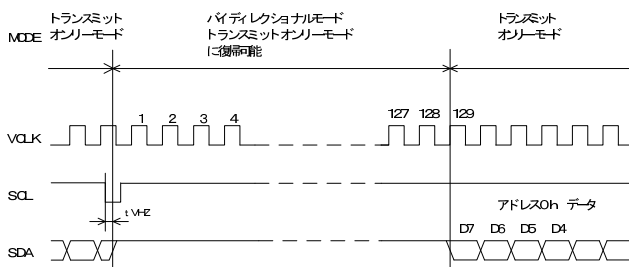

Fig.8 リカバリー機能
- ・SCL の HIGH から LOW の入力後、VCLK にクロック入力があればそれをカウントします。バイディレクショナルモードのコマンドが入力される前に、VCLK のクロック入力のカウント数が 128 になると、トランスミットオンリーモードに復帰します(リカバリー機能)。VCLK のカウントは、SCL が HIGH から LOW になるとリセットされます。トランスミットオンリーモード復帰後は、VCLK のカウント開始から 129 クロックの立ち上がりより、データ出力を開始します。この時のデータのアドレスは 00h から出力されます。(Fig.8 リカバリー機能を参照下さい)